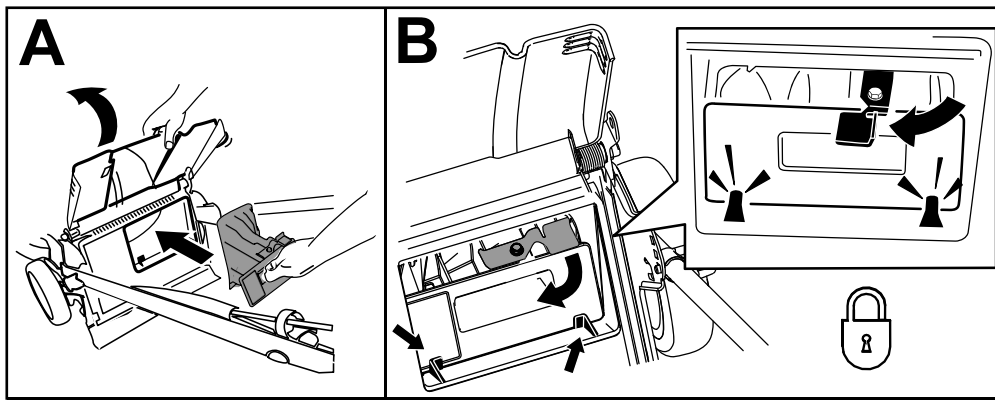

Figura 20
**Importante:** Asegúrese de que el tapón trasero está bloqueado en su sitio. Para bloquear el tapón: levante el deflector trasero (Figura 20), introduzca el tapón y presione firmemente hasta que encaje detrás de las pestañas, y gire la palanca del tapón a la izquierda (Figura 20).